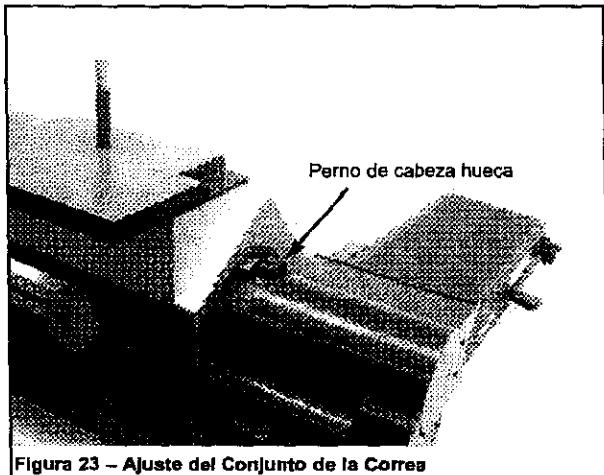

Figura 23 – Ajuste del Conjunto de la Correa
**PRECAUCION:** Cuando el centro de lijado se encuentra montado en un banco de trabajo, asegúrese que la bolsa de recolección de polvo quede alejada del conjunto de la correa. Consulte la Figura 23.